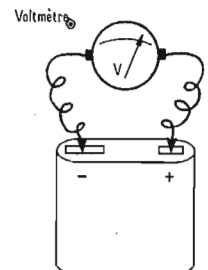

FIG. 1. — Mesure d'une tension.
1. — Fonction voltmètre (Fig. 1)
(aucune détérioration ne pouvant en résulter). Attention, aussi aux fonctions volts = et volts $\overline{\sim}$, la première pour les tensions continues des piles ou accus, la seconde pour celles en provenance du secteur ou de sources périodiques. Enfin, n'oublions pas qu'une mesure de force électromotrice, se fait aux bornes d'un générateur ne débitant pas (comme sur la Fig. 1). Cette mesure n'a guère de signification, et n'indique que fort mal la capacité restante de la pile ou de l'accu. Il faudra donc faire la mesure, le générateur débitant normalement.